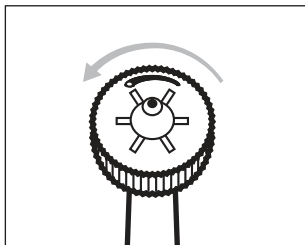

Fig. 4
- ◆ Rotiţi regulatorul de duze ❶ cu degetele în sens antiorar în vederea unui singur jet pentru îndepărtarea resturilor de mâncare din locurile greu accesibile (a se vedea fig. 4 şi 5).